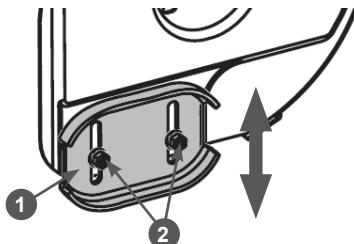

Рис. 25. Регулировка высоты забора снега
2. Открутите гайки 2 крепления полозка 1 на 1-2 оборота и установите полозок на необходимую высоту (Рис. 25). Снова затяните гайки.